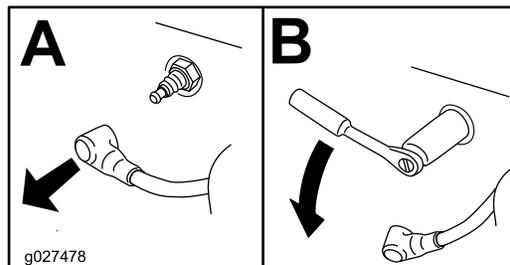

Рисунок 45
- Снимите свечу зажигания (Рисунок 45).